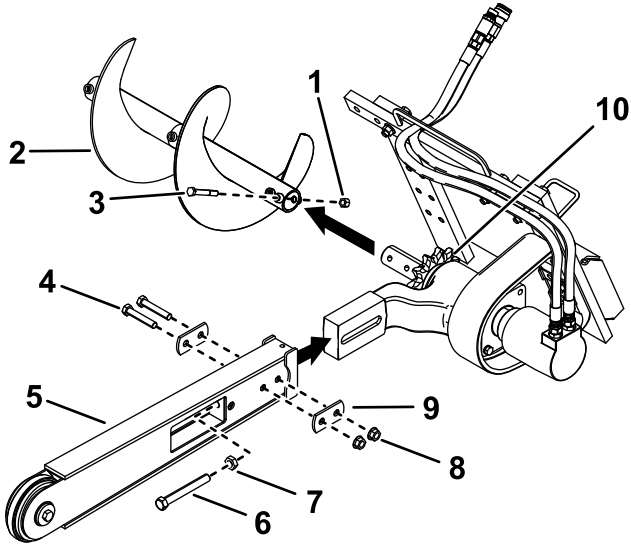

图 4
- 卸下固定弃土螺旋钻的螺栓和螺母并拆下螺旋钻 图 4。
- 从喷洒臂侧面拆下 2 个螺栓 $\frac{5}{8} \times 3\frac{1}{2}$ 英寸、2 个螺母 $\frac{5}{8}$ 英寸和 2 个双垫圈 图 4。
- 松开调节螺栓和锁紧螺母 图 4。